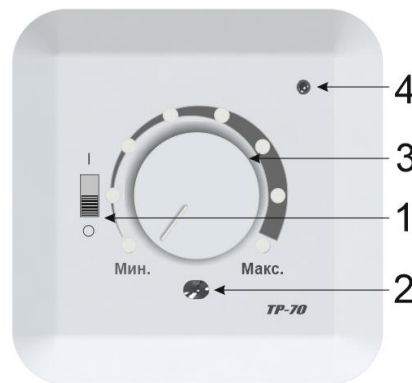

Рисунок 3 – Лицевая панель терморегулятора
3. Выкрутите регулятор температуры **3** в максимальное положение. Индикатор нагрева **4** загорится и встроенное реле включит нагрев (Рис.3).